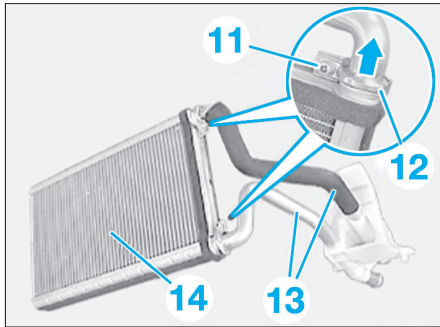

Fig. 34
- Déposer les vis (6) et retirer le couvercle.
- Déverrouiller et débrancher le connecteur (7).
- Extraire le chauffage additionnel électrique (8) dans le sens de la flèche.
- Dégager le radiateur de chauffage (9) du bloc de chauffage/climatisation (10).
- Déposer les vis (11) et soulever légèrement les colliers (12) (Fig.34).